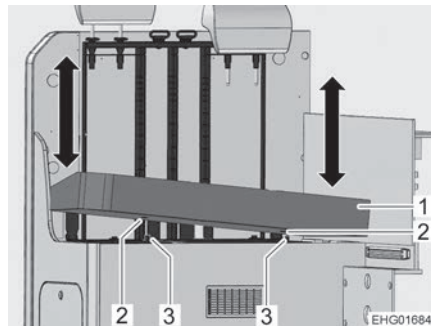

Bild 29 Ta bort dynan
- Lyft upp dynan (Bild 29,1) på en sida och ställ den något på sned tills den första piggen (Bild 29,3) lossnar.
- Lyft dynan på den andra sidan tills den andra piggen (Bild 29,3) lossnar.
- Sätt på dynan (Bild 29,1) snett, och se till att de båda fördjupningarna (Bild 29,2) riktas in noggrant över de båda piggarne (Bild 29,3).